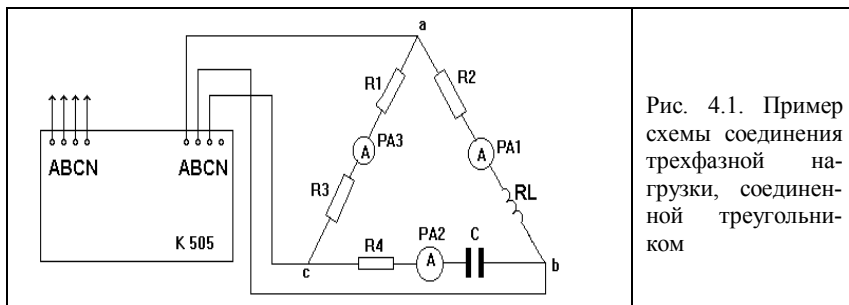
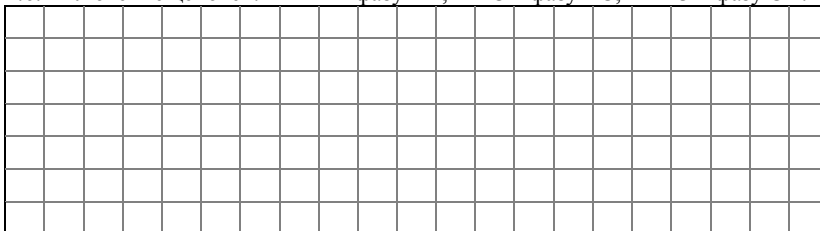

Рис. 4.1. Пример схемы соединения трехфазной нагрузки, соединенной треугольником
Рис. 4.2. Сетка для схемы измерения параметров трехфазной активно-реактивной нагрузки, соединенной в треугольник
2. Составить и изобразить в рабочей тетради (сетка для рис. 4.2) одну из разновидностей схем включения сопротивлений в трехфазную сеть или внести изменения в схеме, представленной в качестве примера на рис.4.1.